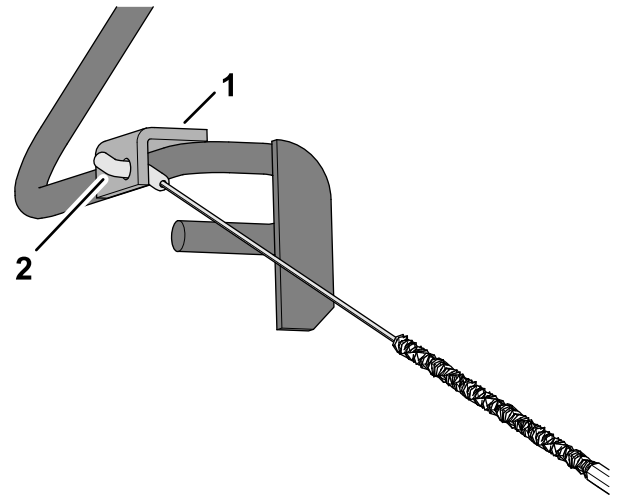

Figura 10
- Introduceți fittingul de cablu prin orificiul din suportul suportului manetei pentru prezenta operatorului, aa cum se arată în Figura 10.